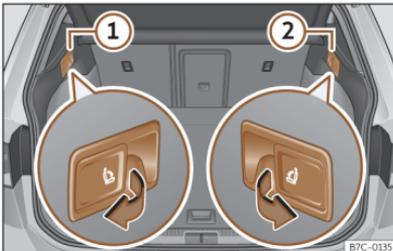

Fig. 77 Dans le coffre à bagages : leviers de déverrouillage du dossier arrière.
- Tirez le levier de déverrouillage à distance de la partie gauche >>> fig. 77 ① ou droite ② du dossier dans le sens de la flèche. La partie débloquée du dossier arrière se rabat automatiquement vers l'avant.